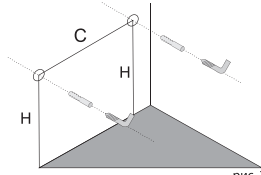

рис. 2
2. Определите местоположение тумбы, поставив ее вплотную к стене. Выполните разметку стены в соответствии со схемой (рис. 2), где: С- расстояние между подвесными кронштейнами; Н-расстояние между подвесными кронштейнами; Н-расстояние от пола до точки крепления кронштейна (с учетом декоративных ножек, если они входят в комплектацию)